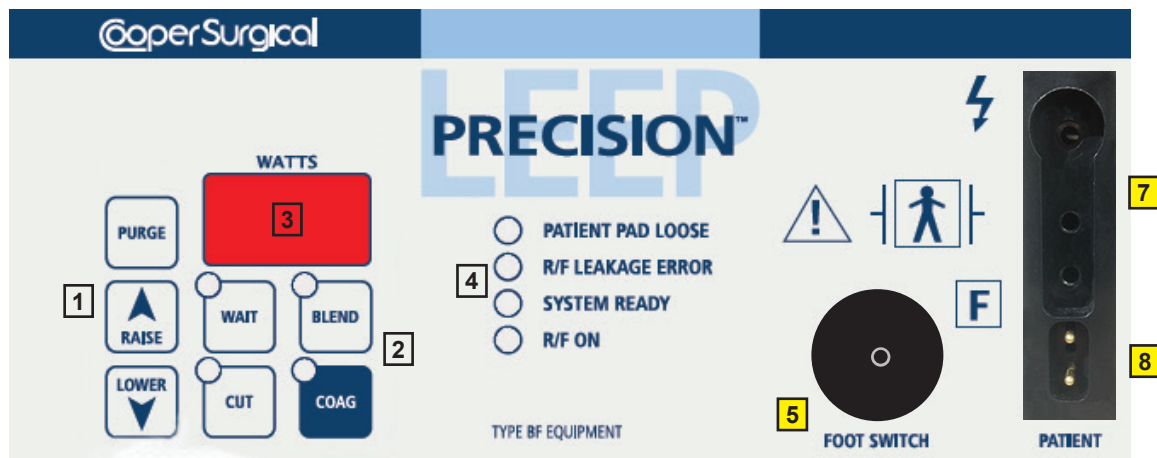

Figura 2
Ligue o interruptor de pé à tomada **5** indicada na Figura 2, caso se pretenda controlo com o pé.
- Ligue o eléktrodo ativo à tomada **7** indicada na Figura 2.
Um adaptador eletrocirúrgico reutilizável de 4 mm é fornecido com o sistema integrado LEEP PRECISION (encontra-se na caixa do gerador LEEP PRECISION). Utilize o eléktrodo controlado por interruptor de pé com o adaptador. O eléktrodo é ligado ao adaptador, o qual é então ligado à tomada **7** indicada na Figura 2.
- Ligue o eléktrodo dispersivo à tomada **8**. Consulte a Figura 2.